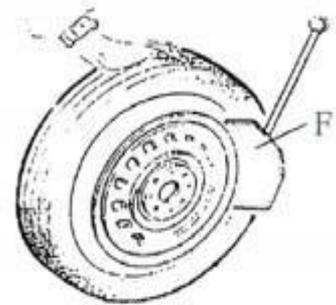

Fig 5
Sørg for å slippe ut luften i dekket helt, plasser dekket mot gummibufferen (S). Før åren mot perlen ca. 10 mm fra kanten av felgen vist som fig 5.